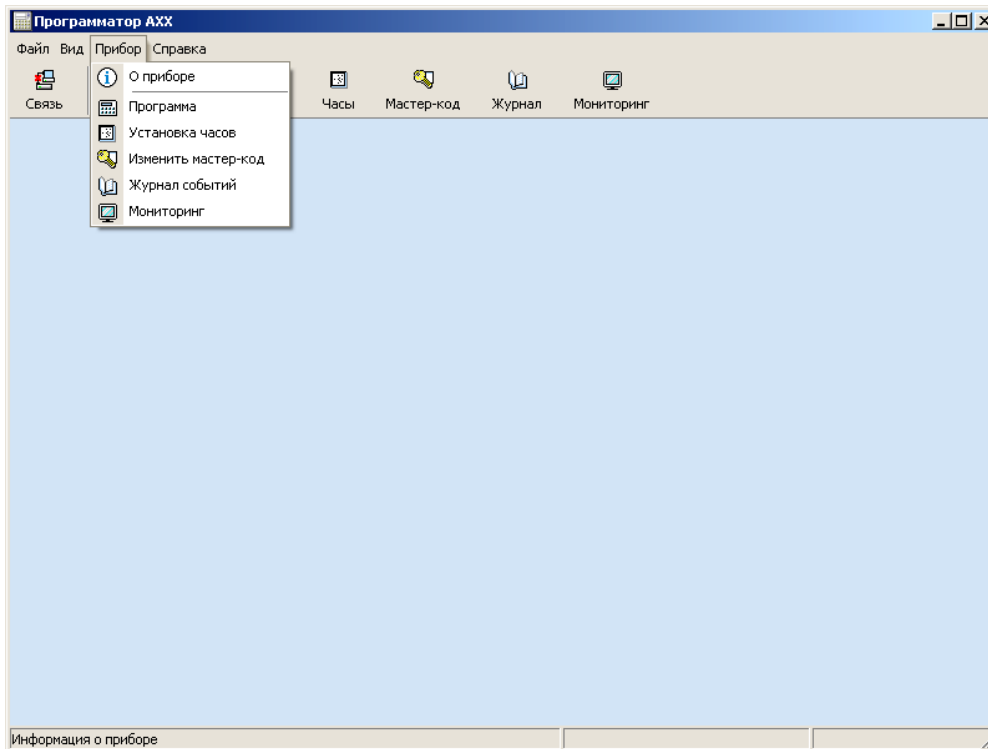

Рисунок 14 – Раздел главного меню «Прибор»
**2.3.2.3 Раздел главного меню «Прибор»** предоставляет возможность пользователю выполнять действия описанные в п.п.2.3.1 содержит следующие пункты, рисунок 14: